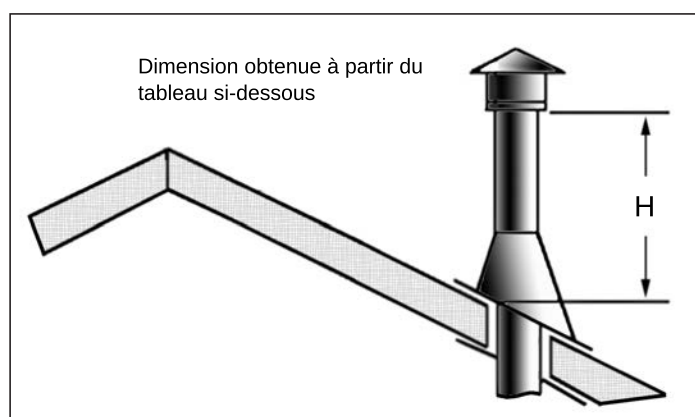

Figure 54: Hauteur de la terminaison verticale ; Se référer au Tableau 7
- Étape 3.** Pour installer la boîte de support ronde / le coupe-feu mural dans un plafond plat, coupez un trou carré de 10 po (25.4 cm) dans le plafond, centrée sur le trou percé dans l'étape 2. Encadrez le trou comme dans la Figure 54.
- Étape 6.** Une fois que les sections de conduit ont été jointes et passent par le trou dans le toit, faites passer une sangle de coude par-dessus les sections exposées, pliez les sangles du support vers l'extérieur, et poussez la sangle au niveau du toit, comme démontré dans la Figure 54. Serrez autour de la section de conduit. Utilisez un niveau à bulle pour s'assurer que le conduit est parfaitement vertical. Avec des clous de toiture, fixer les sangles de support au toit. Scellez les trous des clous avec du mastic non-durcissant. Taillez le surplus des sangles de support qui dépassent le solin. .
- Étape 9.** Passez le collet de solin par-dessus le conduit et poussez-le vers le toit comme dans la Figure 54. Utilisez le mastic non-durcissant sur le joint entre le conduit et le solin.